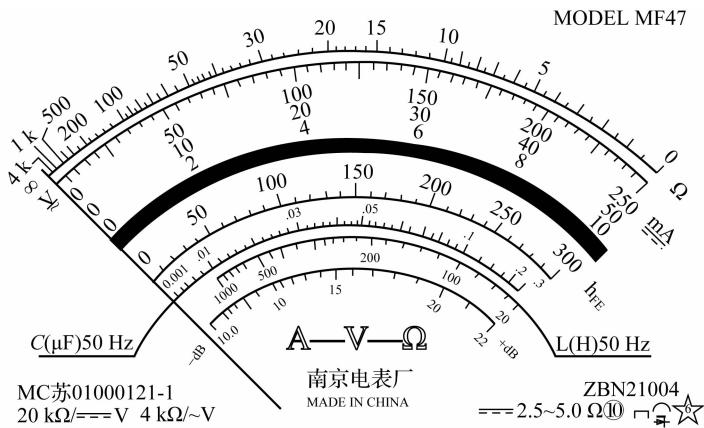

图 1-22 MF47 型万用表的表盘示意图
(1) 表头。表头是一只高灵敏度的磁电式直流电流表,有“万用表心脏”之称。万用表的主要性能指标基本上取决于表头性能。表头性能参数较多,这里只介绍最常用的灵敏度和内阻。表头灵敏度指表头指针满刻度偏转时,流过表头线圈的直流电流值。这个值越小,灵敏度越高。大多数万用表表头的灵敏度在数十至数百微安,高档万用表的灵敏度可达到几微安。表头内阻指表头线圈的直流电阻。这个阻值越高,内阻越大。大多数万用表表头的内阻在数百欧至 20 kΩ。表头灵敏度越高,内阻越大,万用表性能越好。
(2) 表盘。表盘除有与各种测量项目相对应的 6 条标度尺之外,还附有各种符号。正确识读标度尺和理解表盘符号、字母、数字的含义,是使用和维修万用表的基础。表盘标度尺通常有以下特点:有的标度尺的刻度是均匀的,如直流电压、直流电流和交流电压共用标度尺;有的刻度是不均匀的,如电阻、晶体管共发射极直流电流放大系数 h_{FE} 、电感、电容及音频电平标尺等。表盘示意图如图 1-22 所示,有关符号说明见表 1-9。